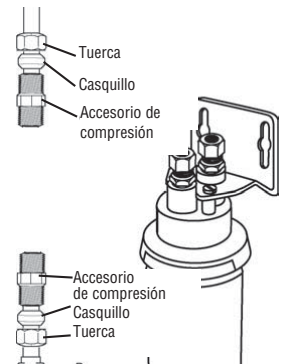

Figura 8
8. Se necesitan dos accesorios de compresión para los extremos de los tubos. Verifique el tamaño del tubo. Utilice accesorios de compresión de tamaño 3/8" x 3/8", 1/2" x 3/8" o 5/8" x 3/8", según sea necesario. Deslice la tuerca y el casquillo en el tubo de agua como se muestra y ajuste los accesorios. (Figura 8)